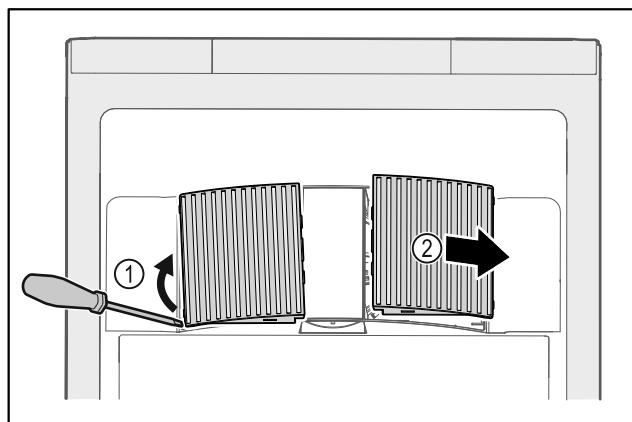

Fig. 228
- ▶ Внимателно повдигнете капациите на вентилаторите отстрани Fig. 228 (1) и ги свалете напред Fig. 228 (2).